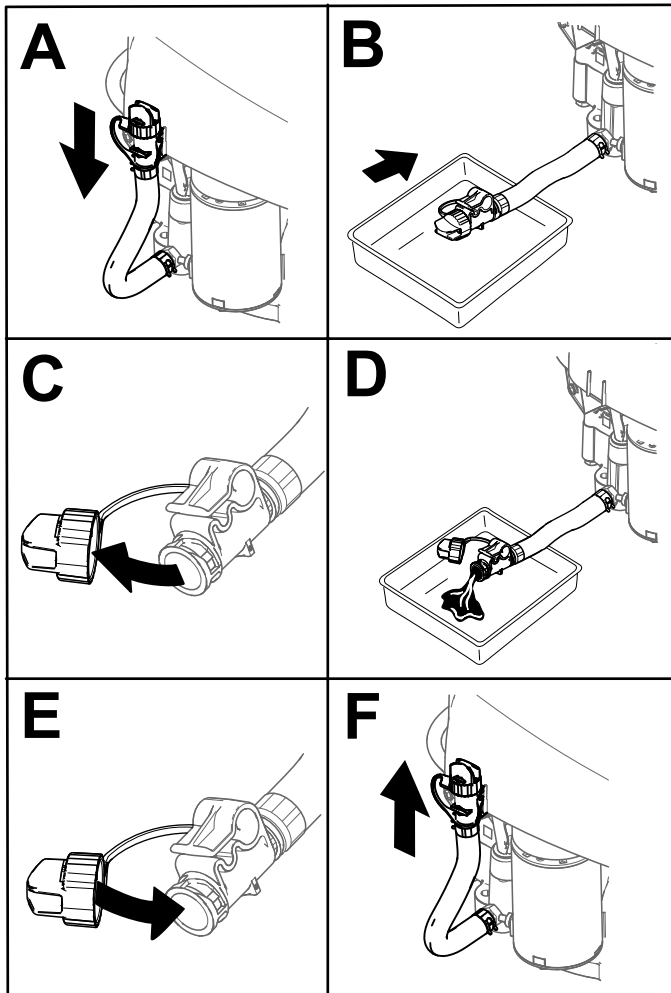

Figura 42
4. Scurgeți uleiul din motor (Figura 42).